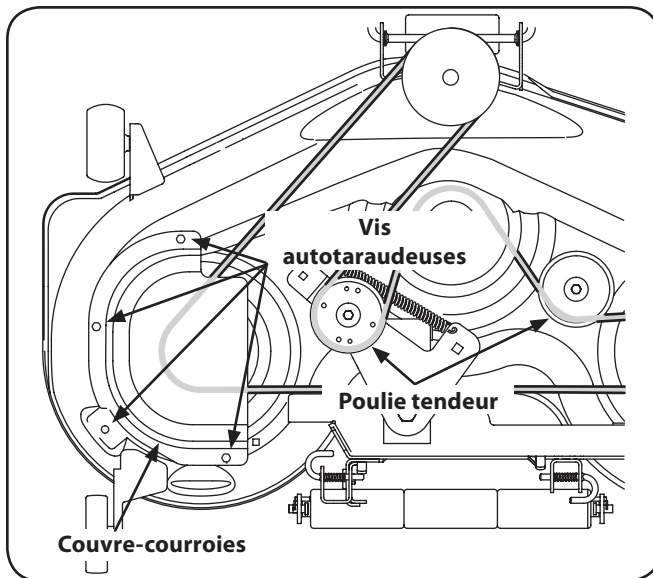

Figure 7-7
2. Retirez les couvre-courroies en enlevant les vis autotaraudeuses qui les maintiennent sur le plateau de coupe. Voir la Fig. 7-7.